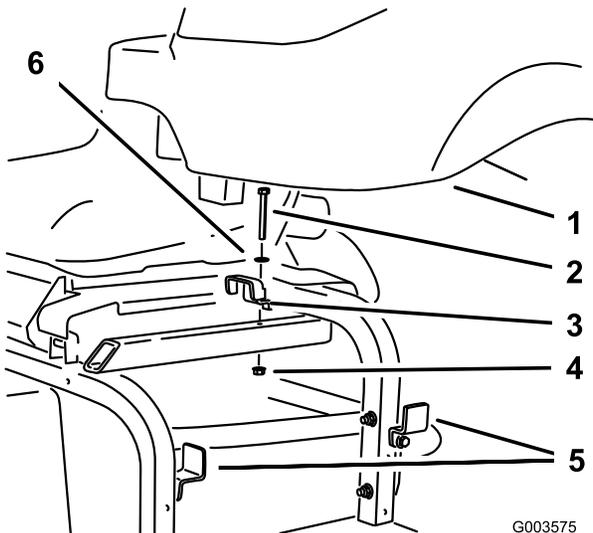

Bild 5
7. Nehmen Sie die obere Hydraulikbehälterhalterung vom Maschinenrahmen ab und lösen Sie die zwei Halterungen an der Seite des Rahmens. (Bild 5).